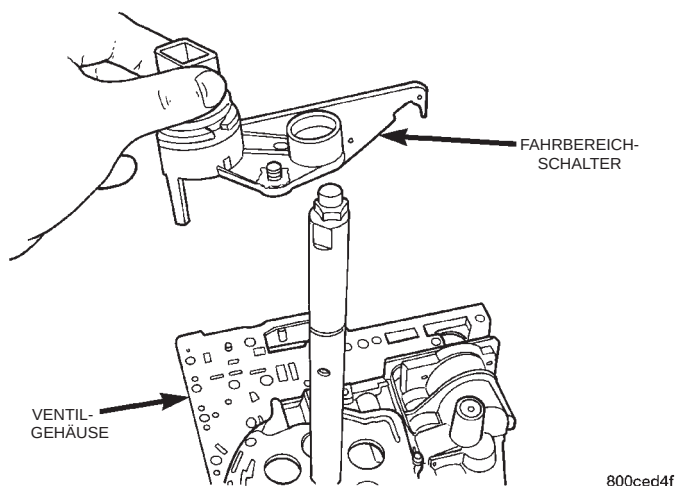

Abb. 28 Fahrbereichsschalter ausbauen
(14) Fahrbereichsschalter auf der Schaltwelle nach oben schieben und abnehmen (Abb. 28).